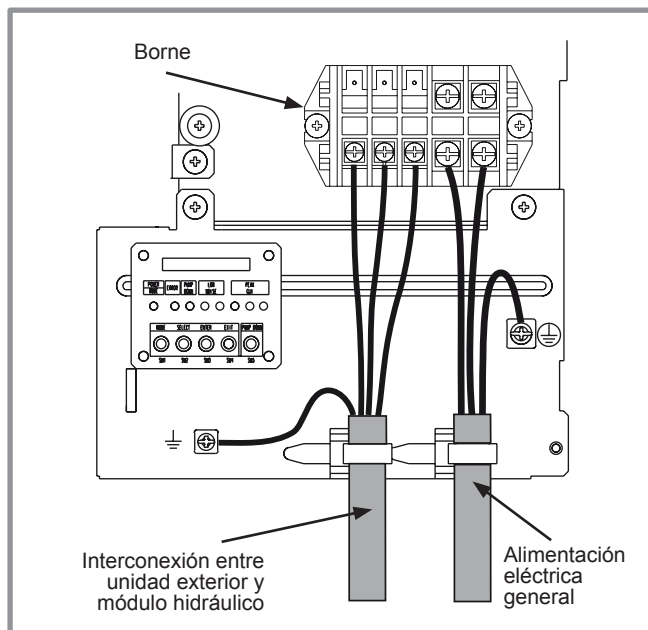
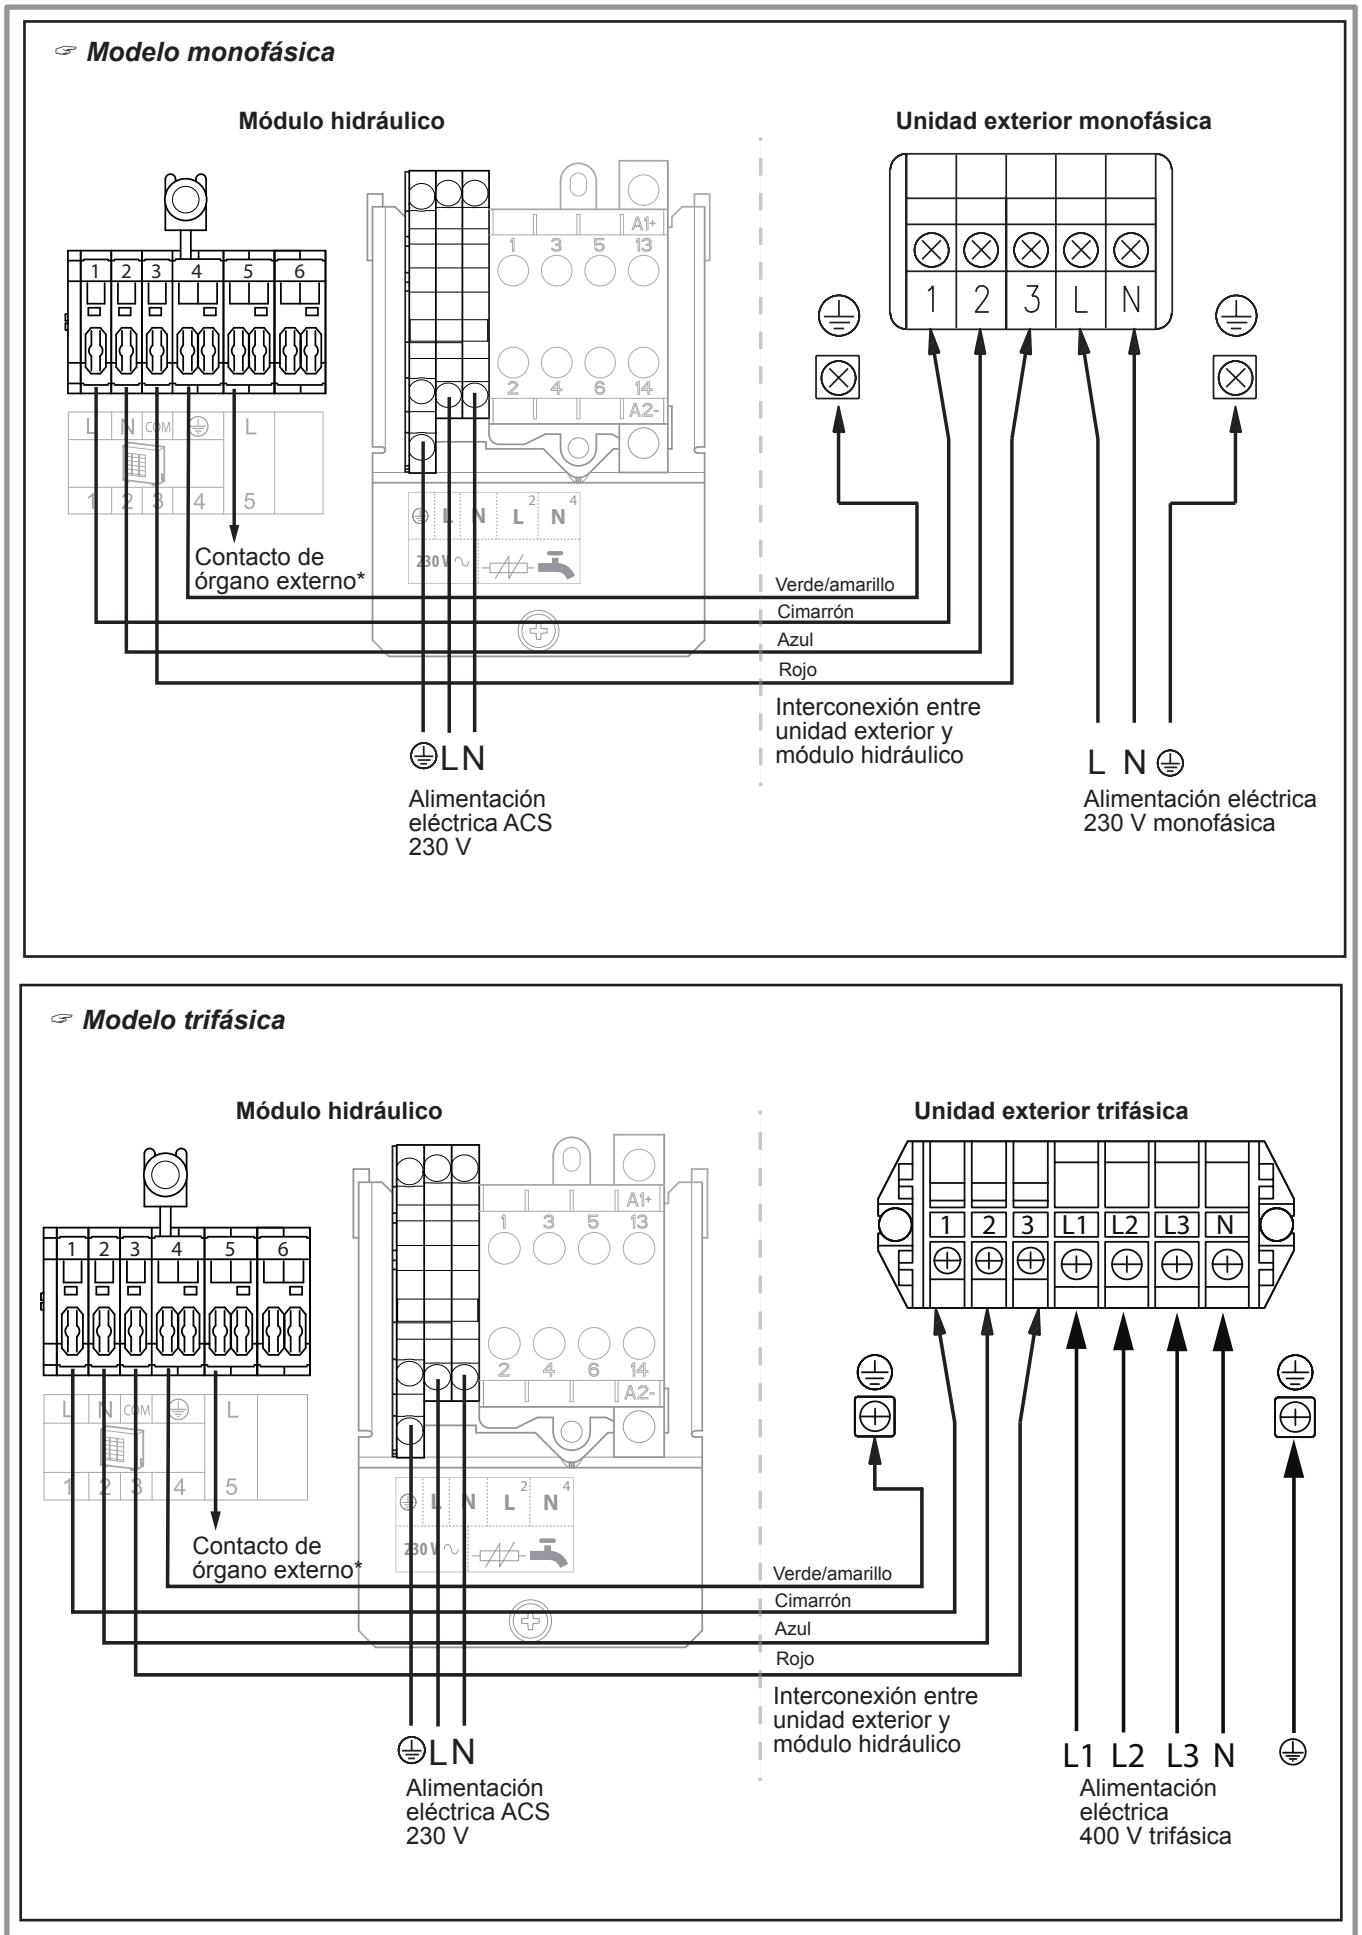

figura 35 - Conexiones en la borne de la unidad exterior monofásica
figura 43 - Conexiones a bornes y relés de potencia
- Realizar las conexiones según el esquema **figura 35** y **figura 43**, página 39.
- Realizar las conexiones según el esquema (figura 43).